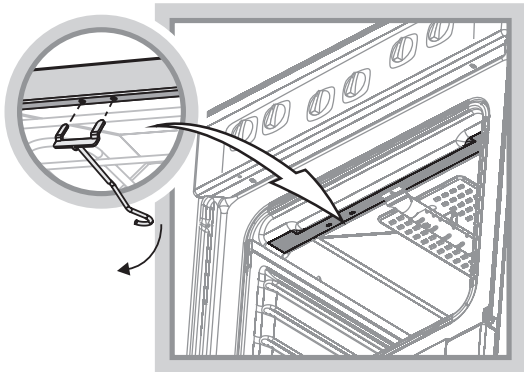

Рис. 5
- Установите крючок, для чего вставьте «усы» крючка в пазы верхней полки проема духовки и опустите крючок вниз (рис. 5).